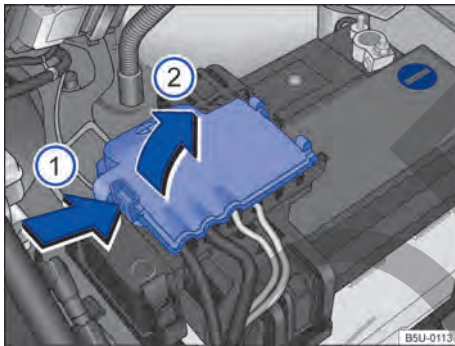

Fig. 162 Compartimento del motor: acceso al terminal positivo de la batería.
- Abrir la cobertura del polo positivo. Para abrir, presionar la traba en el sentido de la flecha → fig. 162 (1), plegar la cobertura hacia el costado en el sentido de la flecha (2).